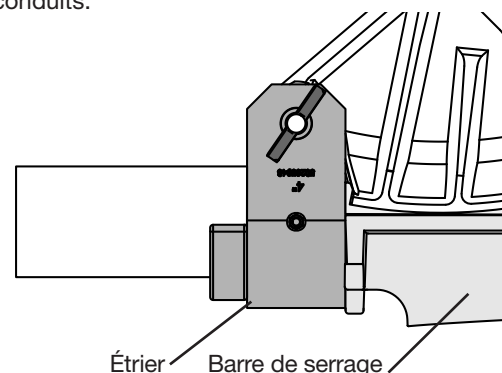

Figure 12
18. Ajuster l'étrier et le sabot de façon à ce que le bord arrière touche la barre de serrage. (Fig. 12)